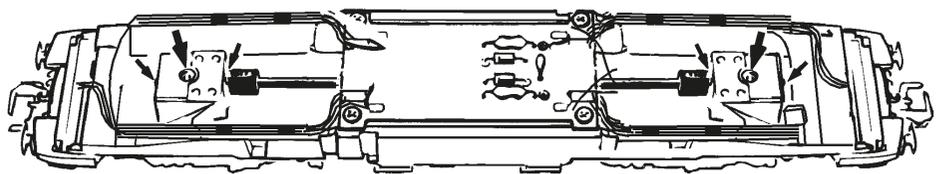

Fig. 9
siehe Fig. 9
A.C. operation: see Fig. 9
Version en courant alternatif: voir Fig. 9